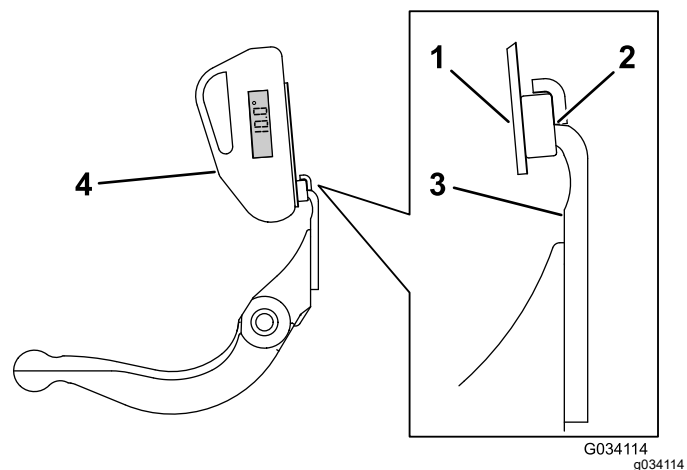

Figura 24
3. Coloque a montagem do indicador de ângulo na extremidade da lâmina de corte para que a extremidade do ímã fique alinhada com a extremidade da lâmina de corte (Figura 24).
4. Coloque o indicador de ângulo na montagem, como se mostra na Figura 24.